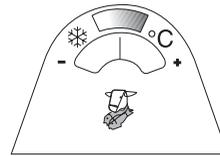

Abb. 1
- Die Innentemperatur dieses Fachs wird durch eine Temperaturanzeige angegeben, die sich an der Tür des Fachs befindet (**Abb. 1**).